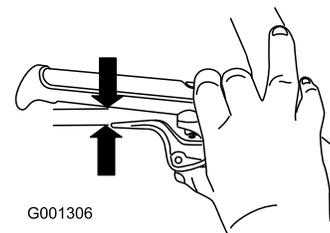

Figura 31
1. Apriete la palanca a fondo, luego compruebe la distancia entre la parte inferior de la empuñadura y el extremo de la palanca del embrague de la rueda (Figura 31).
- Haga lo mismo con el otro cable (Figura 31).